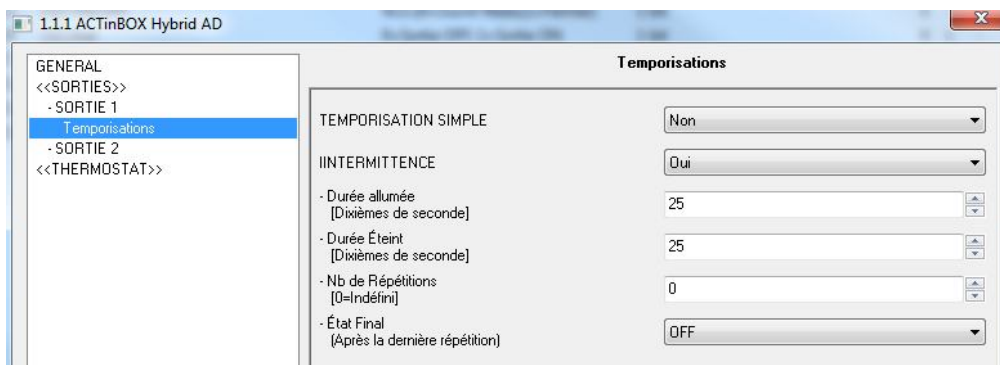

Figure 9. Page de temporisations. Intermittence
- **Intermittence** (Figure 9): Permet le lancement de séquences d'allumages et d'extinctions intermittentes, en configurant pour cela, le temps allumé et le temps éteint, ainsi que le nombre de fois que cette séquence, d'allumage et d'extinction, se répétera (si dans le paramètre "Nombre de répétitions" est choisi la valeur 0, la séquence se répétera indéfiniment, jusqu'à ce qu'arrive un ordre d'extinction de l'intermittence, "[SX] Intermittence=0"). Il est également possible de définir la position dans laquelle se placera la sortie après la dernière répétition (possibilité de choisir entre sortie allumée ou éteinte).